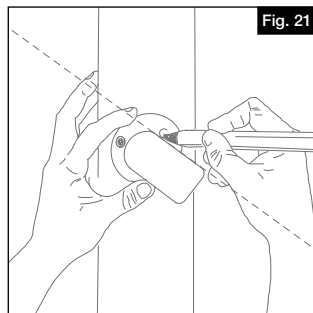

Fig. 21
1. Aligner le retour de poteau sur la ligne indiquant l'emplacement prévu de la main courante, puis faire une marque pour indiquer l'emplacement des trous de fixation (Fig. 21).